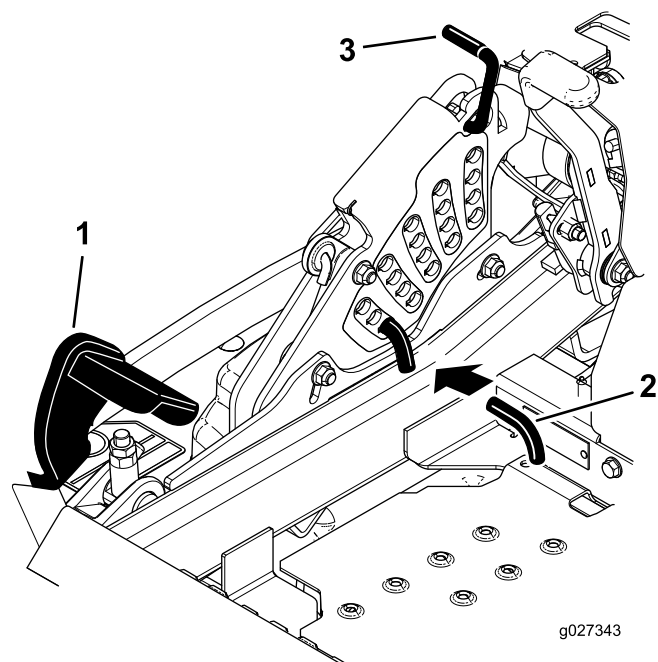

Figura 95
5. Premete completamente in avanti il pedale di sollevamento del piatto di taglio e quest'ultimo si blocca in posizione di trasporto a 14 cm (Figura 95).